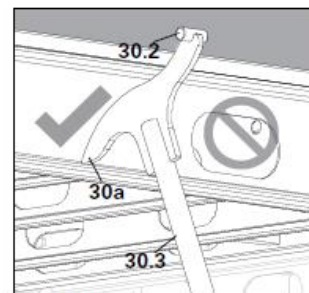
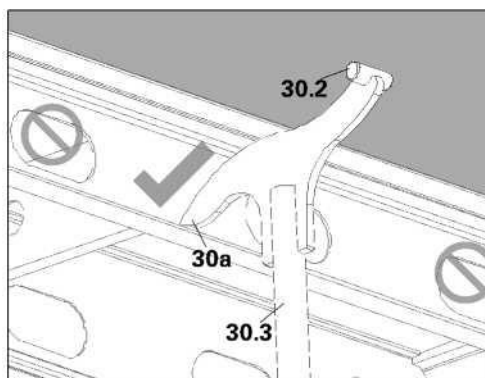

Fig. A11.07a
Fig. A11.08a
1. Ao utilizar a ferramenta de remoção para baixar os painéis, certificar que a face frontal (30a) do Cabeçal é colocada na parte inferior do perfil do painel do corrimão A ou do B e o ponto de articulação (30.2) seja pressionado contra a superfície da laje. (Fig. A11.07a + Fig. A11.08a)
2. Aplicar força ascendente com o cabo (30.3) da ferramenta de remoção AD (30) de forma que o ponto de articulação (30.2) seja pressionado contra a superfície da laje. (Fig. A11.07a + Fig. A11.08a)
A ferramenta de remoção AD (30) deve ser sempre utilizada na parte inferior do perfil do painel do corrimão A ou do B. (Fig. A11.07a)